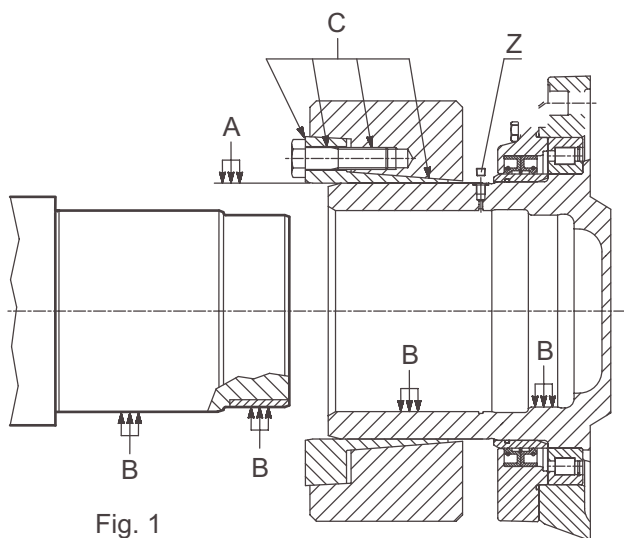

Fig. 1
- Den Sitz der Kupplung schmieren (Abb.1 Pkt. A).
- Bei einer Überholung der Kupplung dieselbe ausbauen und die Zone "C" einfetten (siehe Abb. 1).
- Den Stopfen "Z" (siehe Abb. 1) zur Entlüftung beim Einbau der Welle entfernen.
- Die Kupplung auf das Getriebe montieren, ohne die Schrauben festzuziehen, und den Stopfen "Z" frei lassen (siehe Abb.1).